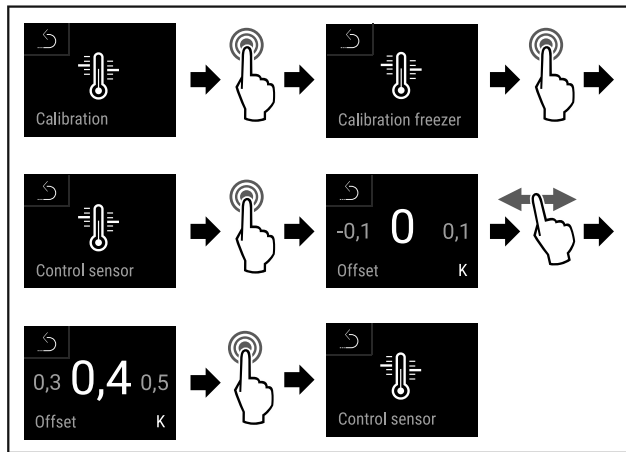

Fig. 140
- ▶ Hajtsa végre a művelet lépéseit (lásd Fig. 140).